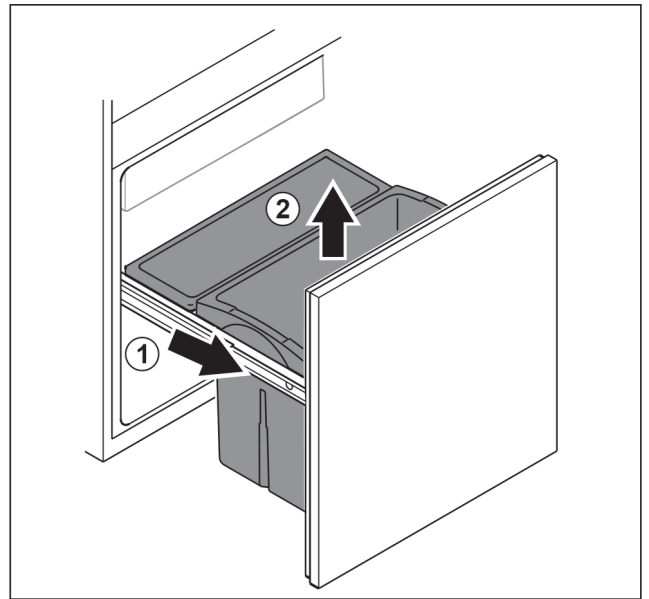

Fig. 98
- ▶ Uitschuifwagen tot de aanslag eruit trekken. Fig. 98 (1)
- ▶ Lade naar boven toe verwijderen. Fig. 98 (2)